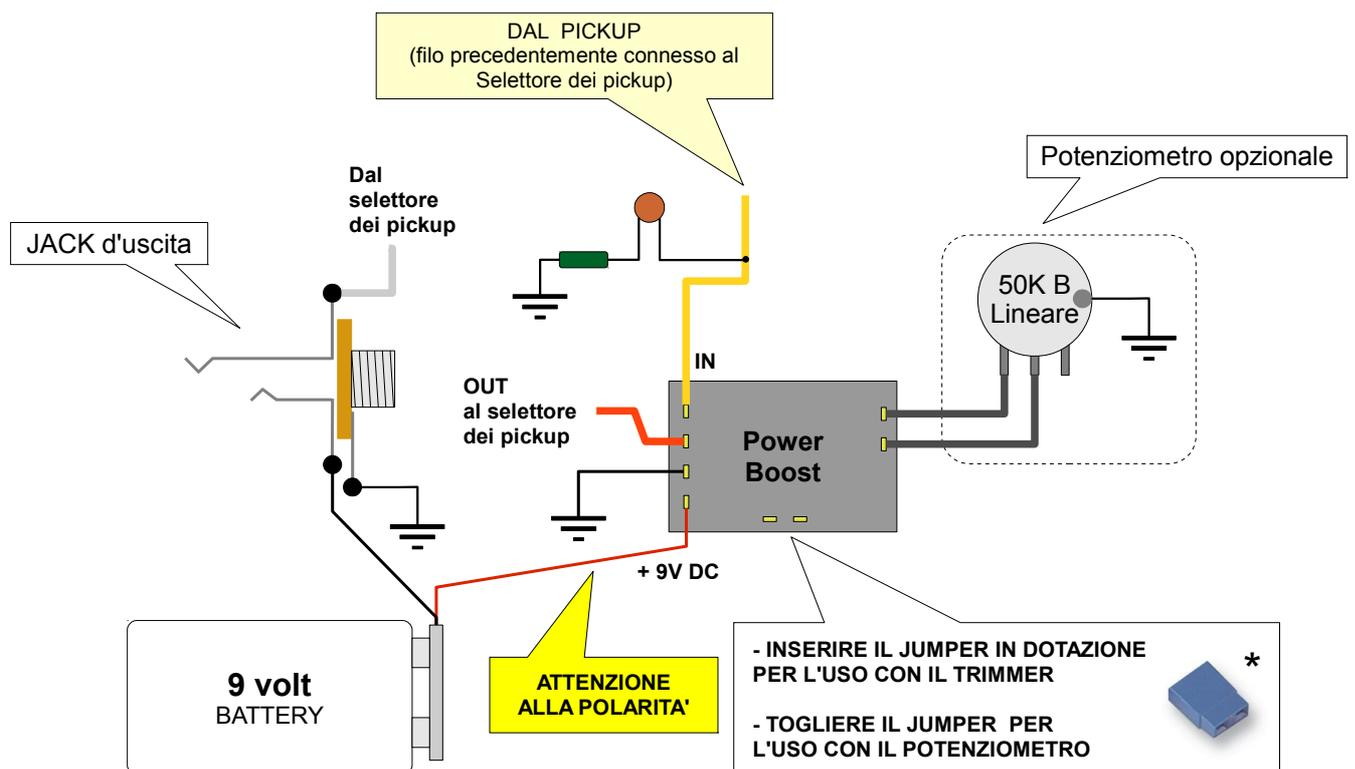

Fig. 4
D) Se sullo strumento si vuole aumentare il livello d'uscita di un solo pickup, è sufficiente collegare direttamente il **Power Boost** sul pickup stesso (Fig.4).